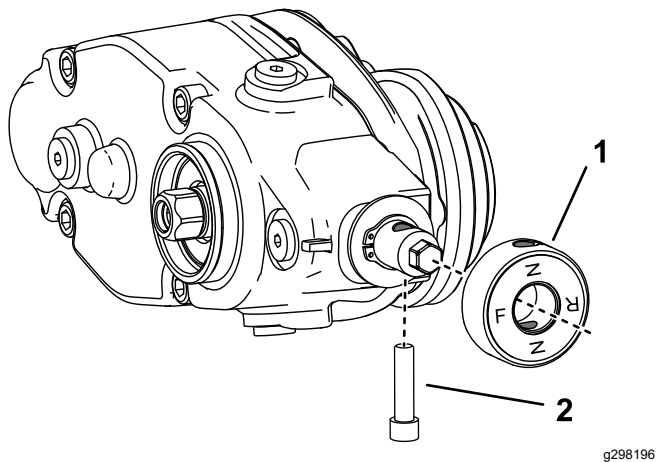

図 13
7. 左側にグルーマを取り付ける場合は、以下の作業を行ってください 図 13